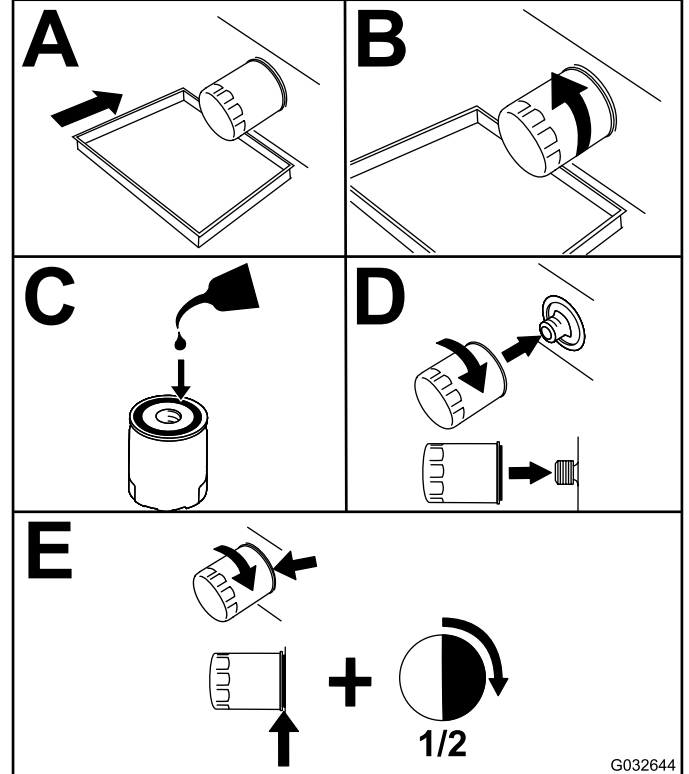

Bild 50
2. Wechseln Sie den Motorölfilter (Bild 50).